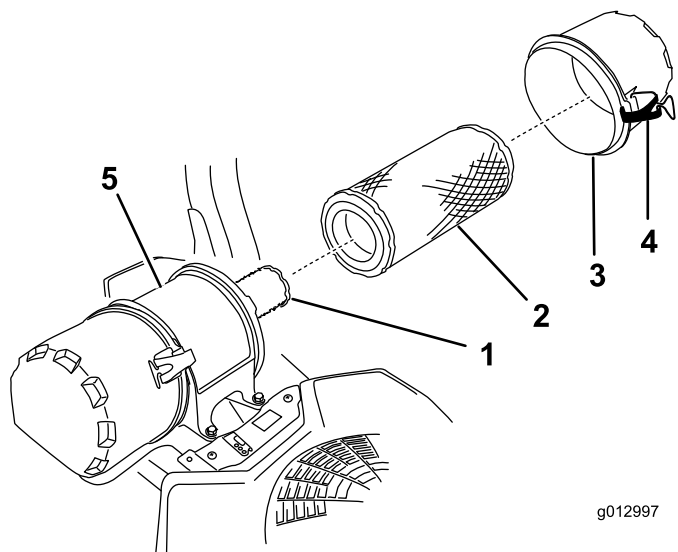

Figure 44
6. Ouvrez les dispositifs de verrouillage du filtre à air et détachez le couvercle du boîtier du filtre (Figure 44).
8. Sortez le préfiltre du boîtier du filtre avec précaution (Figure 44).
2. Si vous remplacez l'élément de sécurité, glissez-le avec précaution dans le boîtier du filtre (Figure 44).
3. Placez ensuite le préfiltre sur l'élément de sécurité avec le même soin (Figure 44).
4. Remettez en place et verrouillez le couvercle du filtre à air (Figure 44).